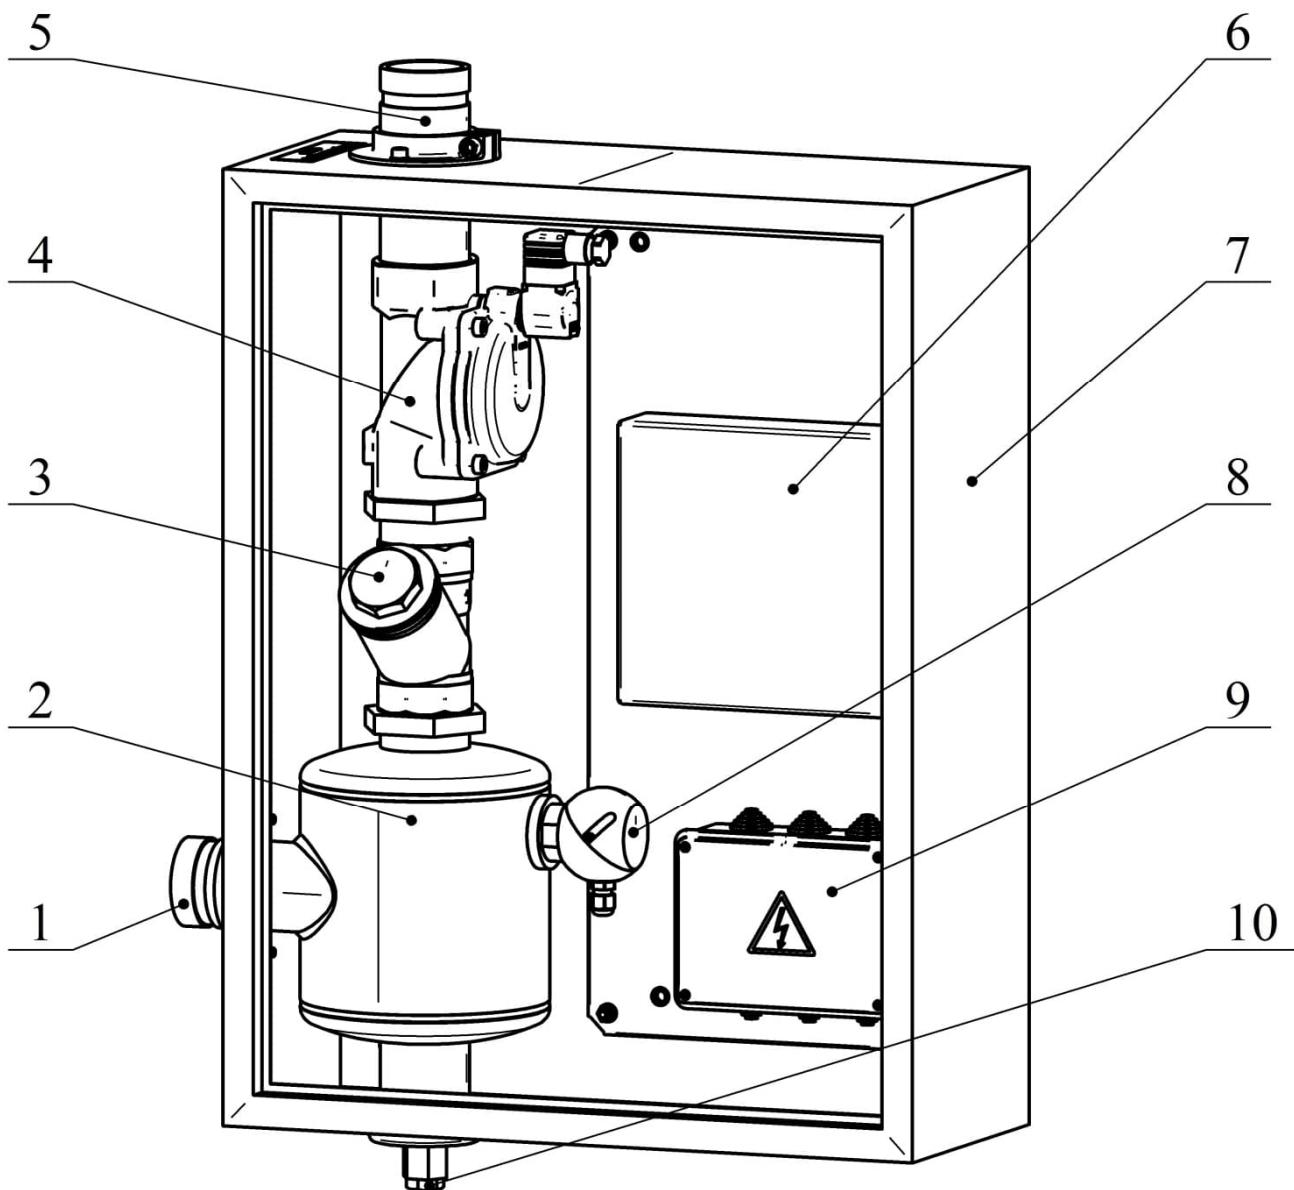

Рисунок 1 – Экспаустер с электроприводом (дверца шкафа не показана)
- наличие напряжение питания эксгаустера (контролируется по индикации РИП 6 и УКУ 8 (рисунок 1));
- отсутствие воды в фильтре-успокоителе (контролируется по индикации УКУ 8 (рисунок 1)).
8.6.8 Снять отстойник со сливной пробкой 10 (рисунок 1) слить воду, удалить возможные загрязнения;
8.6.9 Снять фильтрующий элемент фильтра 3 (рисунок 1), удалить возможные загрязнения;
8.6.10 Снять крышку электромагнитного клапана 4 (рисунок 1), удалить возможные загрязнения;